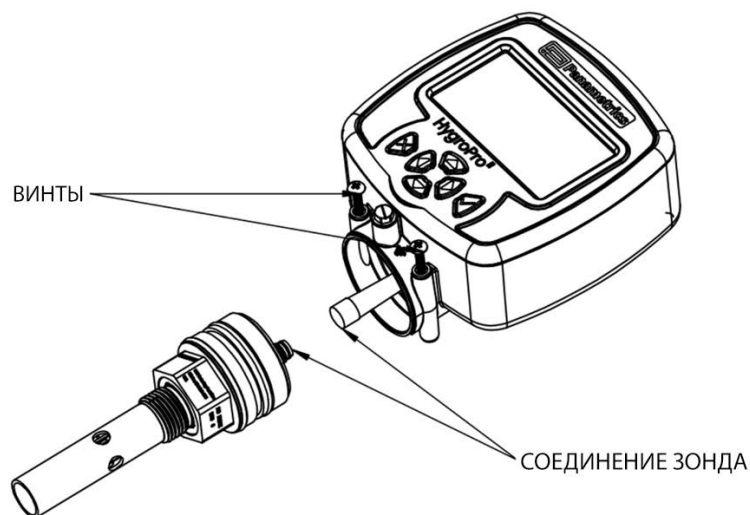

Рис. 18. Снятие зонда Hygro^{II} RTE с анализатора
Зонд Hygro^{II} RTE легко отсоединяется после снятия анализатора с оборудования. Для этого необходимо отвернуть два винта с буртиком и отсоединить внутренний кабель с разъемом M8, как показано на Рис. 18 ниже. Чтобы снять зонд с анализатора, см. Рис. 17 выше и выполните следующие действия.
4. Отсоедините разъем M8 внутреннего желтого кабеля зонда. Для этого открутите стопорную гайку в верхней части зонда. Затем отсоедините зонд (см. Рис. 18).